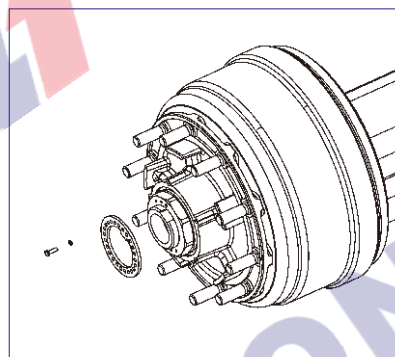

图3
② 预紧检查/测试
- 用活动扳手解除防松机构，如图3所示。使用扭力扳手顺时针检测螺母拧紧力矩是否达标，正常规定的锁紧力矩应达到700N.m以上；若无力矩衰退，可装回防松机构，直接跳转下一步测试；若有，请用力矩扳手预紧至规定力矩；预紧操作请参考安装步骤。
●（如果可以，请使用图7所示的本司预配的导向工装，将会有助于安装/拆卸轮端，该工装套在螺纹端），拆下防松机构（如图3），将轴承锁紧螺母逆时针旋出后（如图6所示），将轮毂总成平直从车桥轴管上拉出（如图8所示），暂放置于卫生良好的干燥处待用，且万勿拆卸卡环/油封等零件。